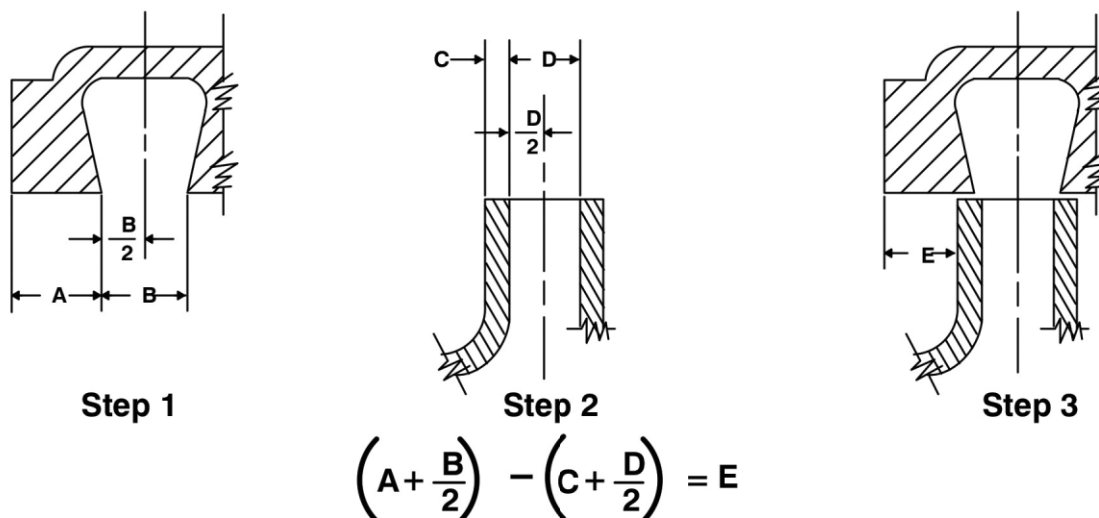

Figure 3 Centrage de l'impulseur dans la volute
Pour vérifier la position de l'impulseur, effectuer les mesures de la volute et de l'impulseur illustrées à la Figure 3. À partir de ces mesures, calculer l'emplacement requis de l'impulseur (dimension E). Ajouter ou retirer des rondelles d'épaisseurs (8) de façon à obtenir la dimension E.